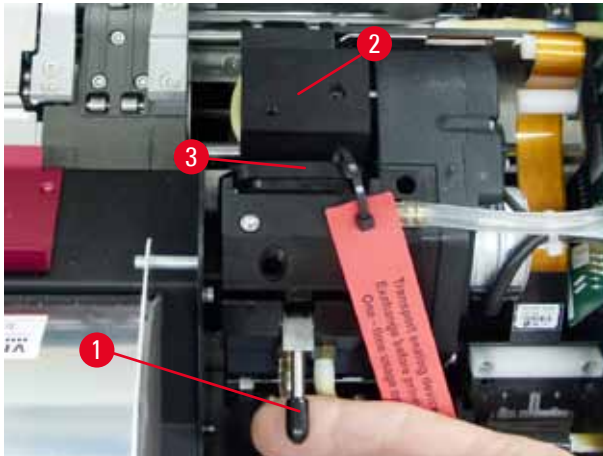

Fig. 30
4. Printheadet (→ "Fig. 30-2") kører opad til en position ca. 1 cm fra tætningskanten (→ "Fig. 30").